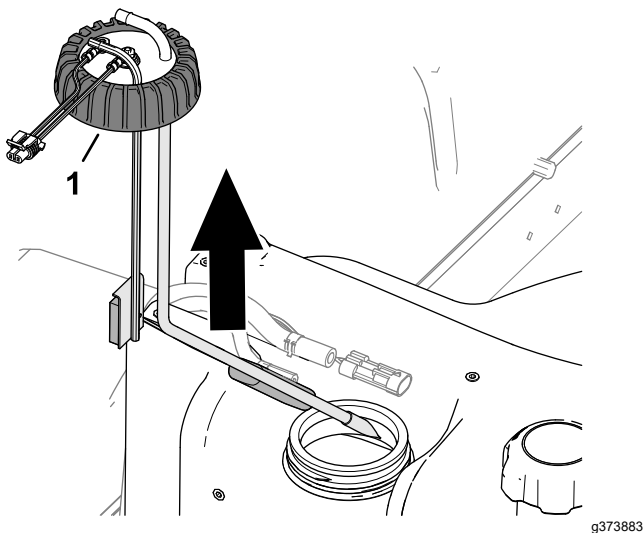

Figura 121
5. Allentate il tappo del trasmettitore di livello carburante (Figura 121).